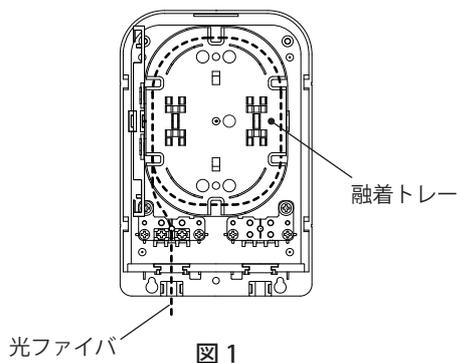

図 1
2. 光コネクタ付コードまたは FO (ファンアウト) コードと融着接続してください。(図 1)